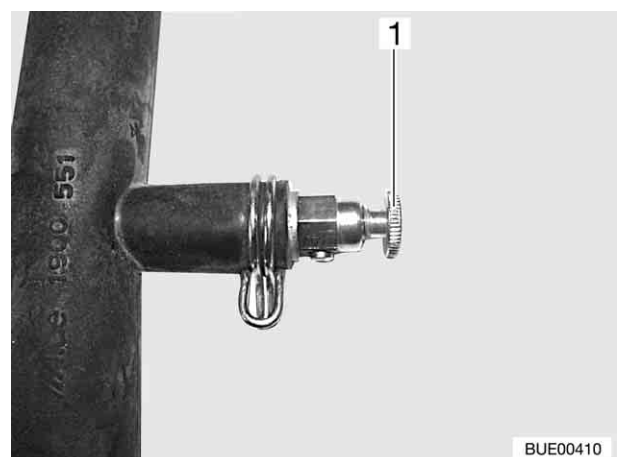

Fig. 178 Soupape de purge pour le chauffage à eau chaude
Les soupapes de purge (Fig. 178,1) sont montées sur les éléments de chauffage. Pour l'emplacement de montage, voir aussi le tableau "Emplacement des soupapes de purge".
- Ouvrir la soupape de purge (Fig. 178,1) et la laisser ouverte, jusqu'à ce l'air soit complètement évacué du circuit.